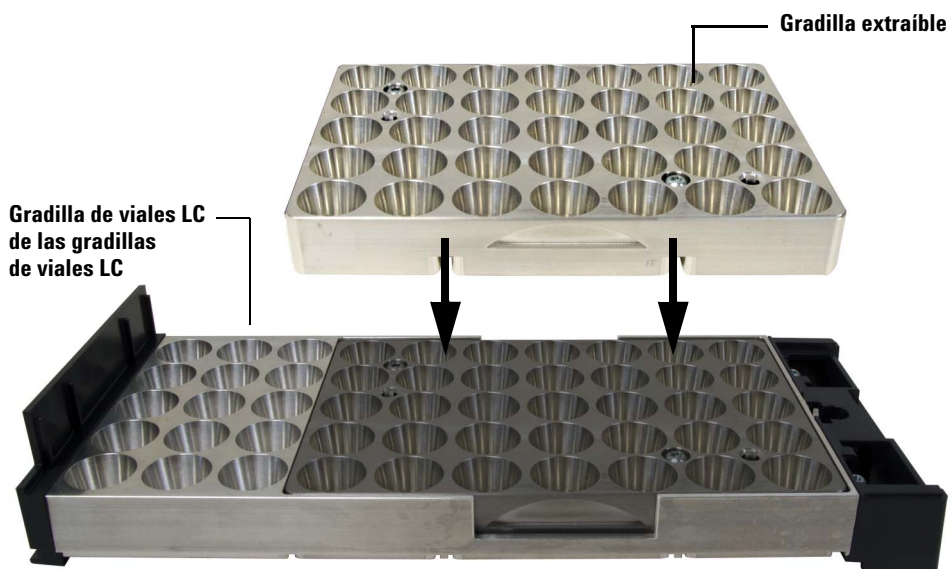

Figura 65 Gradilla extraíble instalada en el ensamblado del marco de las gradillas de viales LC
- 2 Inserte la parte extraíble de la gradilla LC personalizada en el ensamblado del marco de las gradillas de viales LC, tal como se muestra en Figura 65. La parte extraíble de la gradilla LC personalizada solo puede instalarse en una dirección.